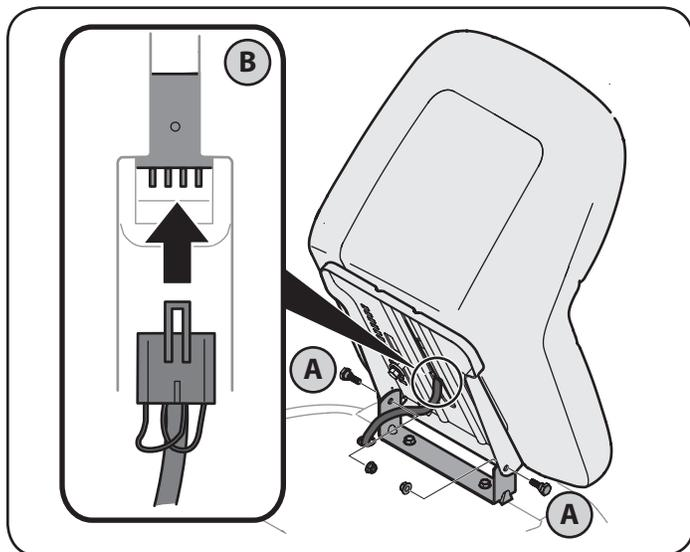

Figure 4
2. Alinear los agujeros delanteros del asiento con el soporte de montaje los orificios del soporte de pivote del asiento de su tractor y seguro con que quitó los tornillos hexagonales y tuercas. Vea las A en Figure 4.
3. Conecte el mazo de cables en el interruptor de seguridad del asiento en la parte inferior del asiento, como se muestra en B de la Figure 4.